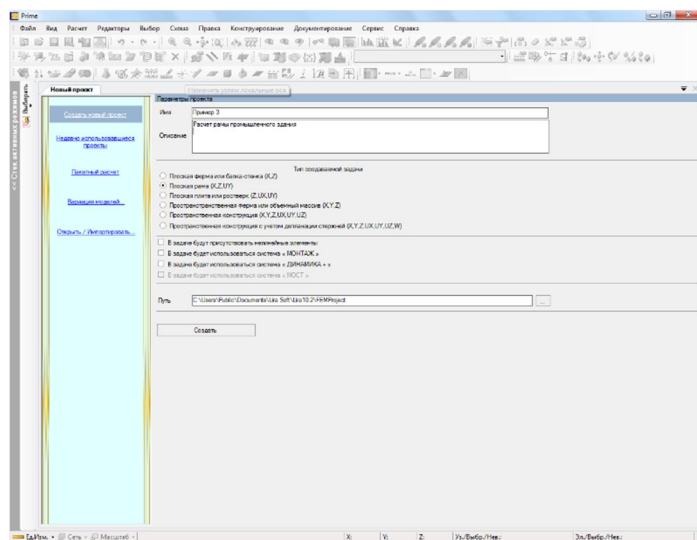

Рис. 2. Редактор начальной загрузки
- задайте следующие **Параметры проекта** (рис. 2):